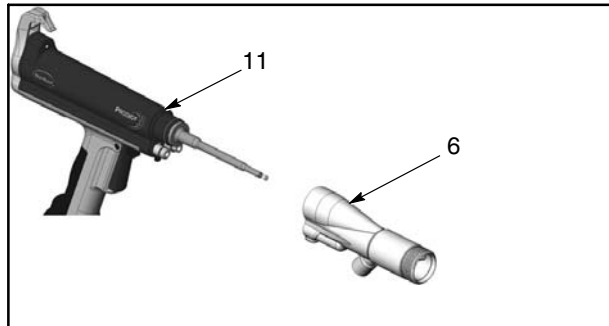

Figura 24 Remoção do adaptador
5. Consulte a figura 24. Puxe o adaptador da pistola (6) a direita para fora do corpo da pistola (11).